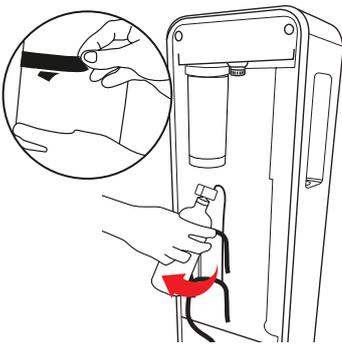

Fig. 1-14
22.2 – Se la bombola è già presente all'interno dell'apparecchio nell'apposito vano, rimuovere le fasce in velcro afferrandola nella parte inferiore e mantenerla verticale, Fig. 1-14, ruotare la manopola di regolazione del riduttore sulla posizione OFF, vedi Fig. 2-14 e disaccoppiarla dal riduttore di pressione, ruotandola da destra verso sinistra, vedi Fig. 3-14. Nel caso che la bombola non sia presente procurarsi una bombola idonea per essere installata all'interno dell'apparecchio avente le caratteristiche descritte nel paragrafo **18**, in termini di compatibilità con l'apparecchio e con il riduttore di pressione.